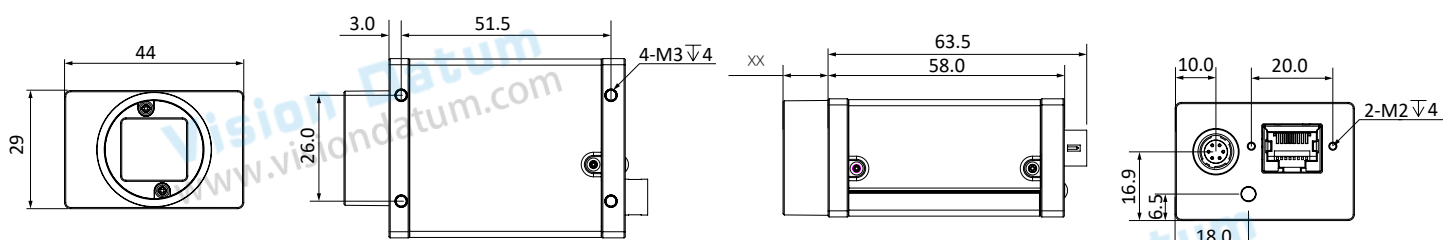

图 1-4: 29 \* 44 \* 58mm 扁壳的 GigE 相机的物理尺寸。
- 29 \* 44 \* 58mm 千兆网相机扁壳尺寸图如图 1-4 所示。